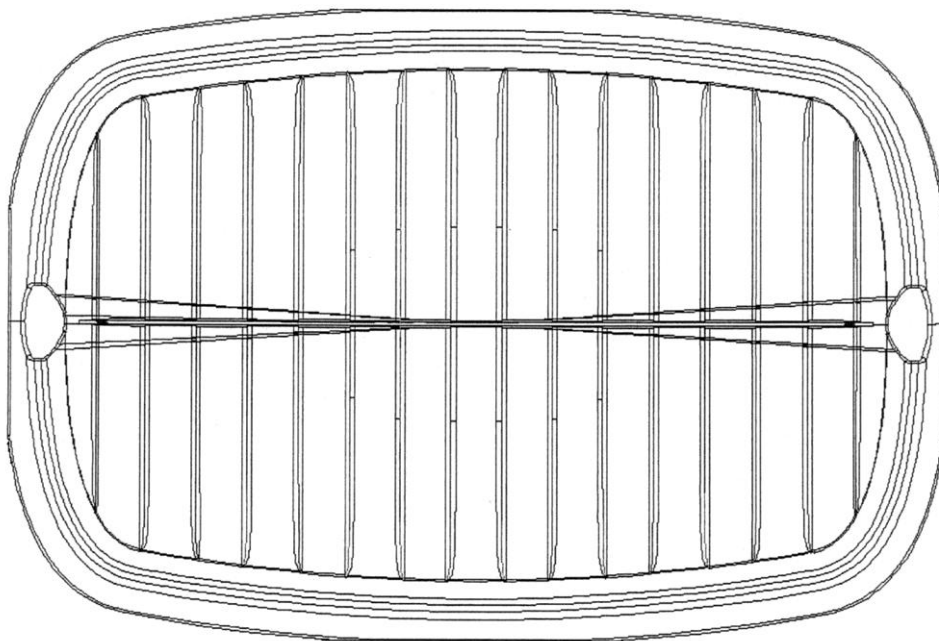

Fig. 12
- fig. 12 - odmianę 2 butelki w widoku z dołu,